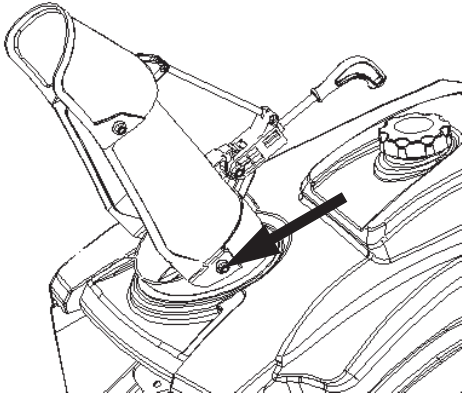

рис. 4
- закрепите жёлоб при помощи болтов (рис.4).